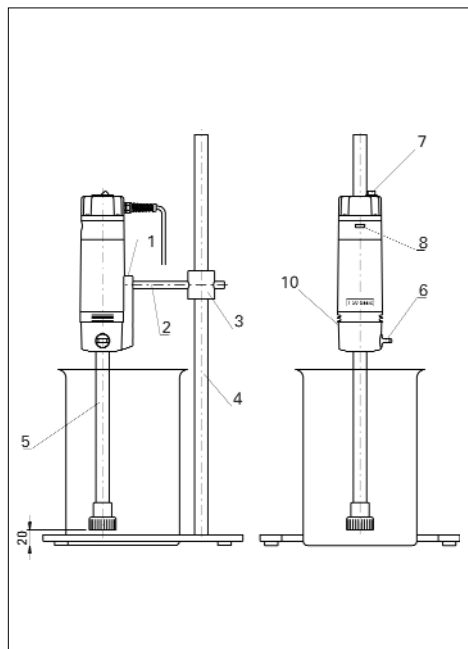

Fig. 1
Zum Messen der Drehzahl kann ein **IKA**-Drehzahlmesser DZM control in die Bohrung (10) eingesetzt werden (siehe Fig. 1).
Übersicht (Fig. 1)
Einstellen der Drehzahl Übersicht (Fig. 1)